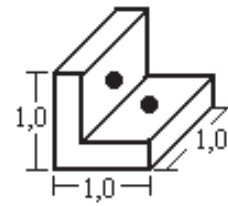

Fig. 7
b) Corte mais dois pedaços de alumínio de 2cm x 1cm e faça um furo de 2,5mm nos dois extremos. Dobre a peça ao meio, formando um ângulo de 90° entre os lados (Fig. 7).